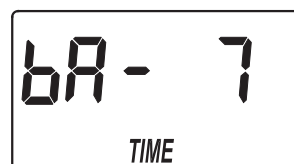

FIG. 27
2. Appuyez deux fois sur le bouton CHOISIR, jusqu'à ce que l'indication « bA TIME » (heure du lavage à contre-courant) s'affiche (consultez la figure 27).